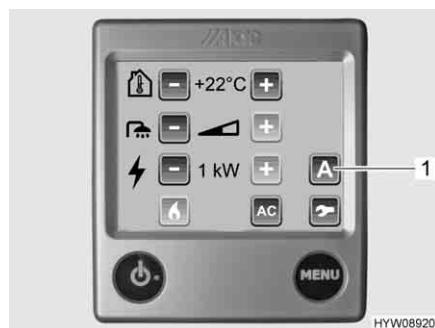

Fig. 105 Centralina di controllo con menu delle impostazioni
La ventola aggiuntiva viene azionata tramite la centralina di controllo (Fig. 105) del riscaldamento ad acqua calda.
- Premere il pulsante "A" (Fig. 105,1). Vengono visualizzate le funzioni.